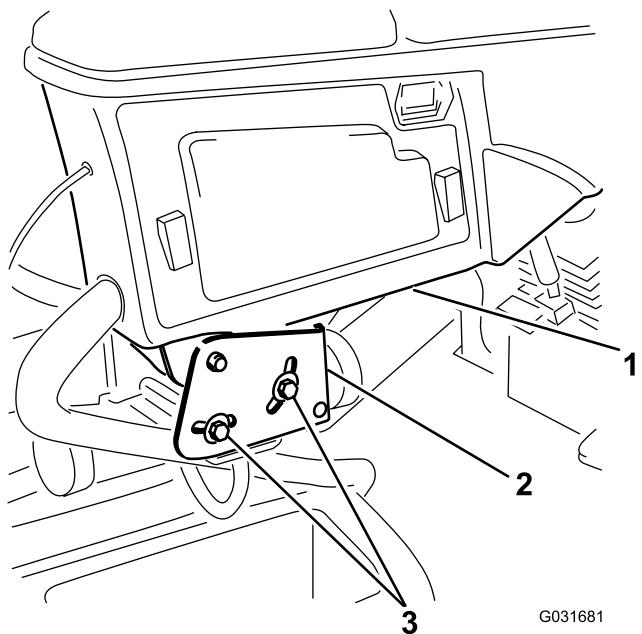

Рисунок 3
- Ослабьте два болта крепления рычага управления к крепежному кронштейну (Рисунок 3).